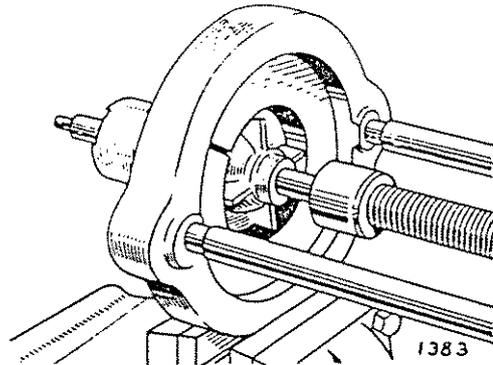

Abb. 9 Abpressen des Pumpenrades von der Welle
1. Teile (14 und 15) entfernen und Riemenscheibe (13) abziehen.
2. Zum Entfernen von Pumpenrad (24) und Abdichtung (23) muß ein Churchill Spezialwerkzeug Nr. FTS 127 mit der Presse S. 4221 A verwendet werden. (siehe Abb.9).
3. Sprengring (12) abnehmen und Welle mit Kugellager heraustreiben.
4. Nabenhaube (8), Sprengring (18), Unterlegscheibe (9) und Scheibfeder (19) von der Welle (17) nehmen und die Teile (10 und 11) abpressen.